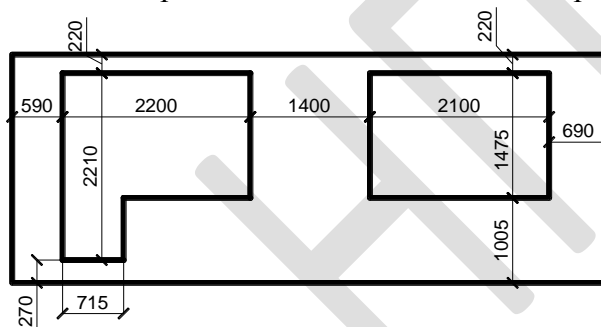

Рис.5.4 Панель для комнаты с балконом
- Отредактировать панель после расчленения в соответствии с рис. 5.4.